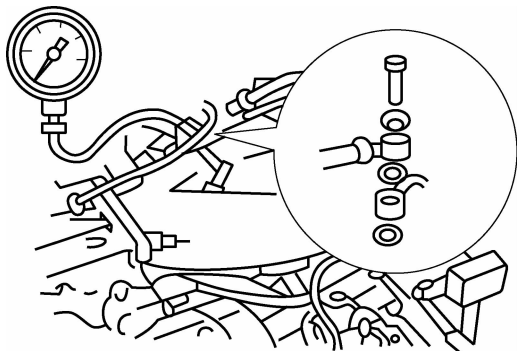

图 2-30 汽油供给系统油压的测量
(1)如图 2-30 所示,将压力表安装在汽油分配管的供油管上,打开汽油压力表开关,启动发动机怠速运转。标准系统压力为怠速时拔下真空管为 280~300 kPa,不拔真空管为 230~270 kPa。